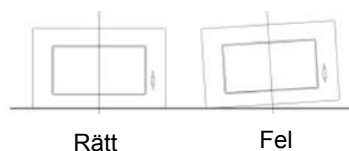

Bild 5
- Då installationen är klar, se till så att spiskåpan sitter plant för att undvika att fetter samlas vid ändarna. Se Bild 5.